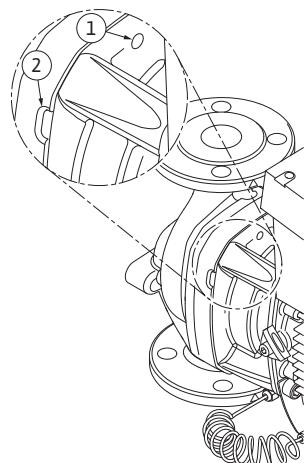

Fig.51: Gwintowane otwory i szczeliny do wyciskania głowicy silnika z korpusu pompy
13. Wycisnąć głowicę silnika (patrz rys. 13) z korpusu pompy. Zaleca się wykorzystanie w tym celu dwóch gwintowanych otworów (rys. 51, poz. 1), głównie do poluzowania osadzenia. W celu poluzowania osadzenia wkręcić odpowiednio śruby w gwintowane otwory. Gdy głowica silnika jest poluzowana, do wyciągnięcia można dodatkowo użyć szczelin (rys. 51, poz. 2) między korpusem pompy a latarnią (w tym celu włożyć np. dwa wkrętki i użyć ich jako dźwigni). Po wyciągnięciu o ok. 15 mm głowica silnika nie znajduje się już w korpusie pompy.